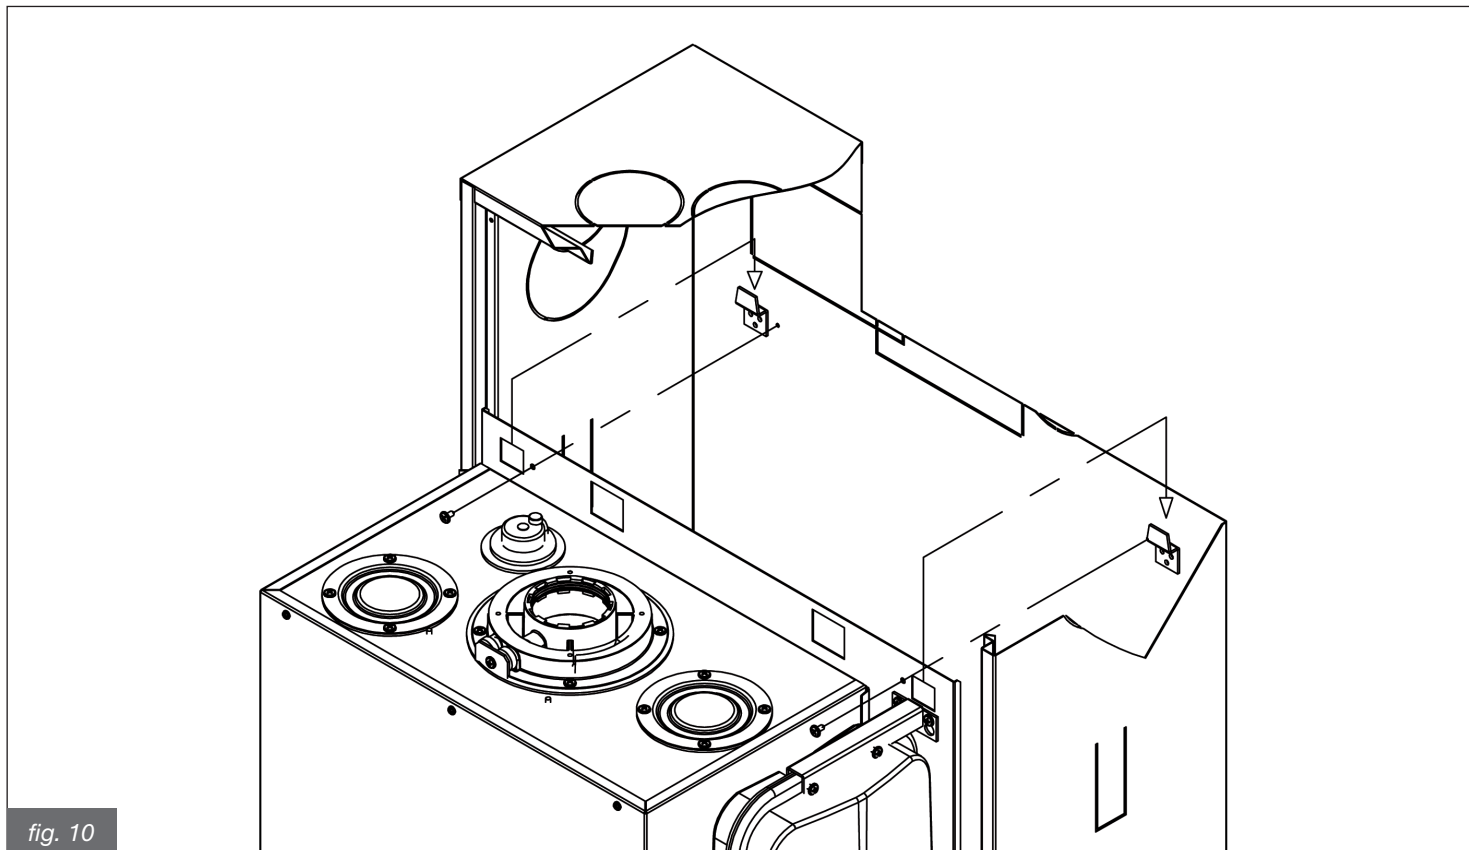

fig. 10
7. Inserire la caldaia all'interno del telaio da incasso, agganciandola agli appositi ganci predisposti sul telaio stesso (fig. 10). Se si vuole, è possibile fissare la caldaia al telaio con due viti (optional).